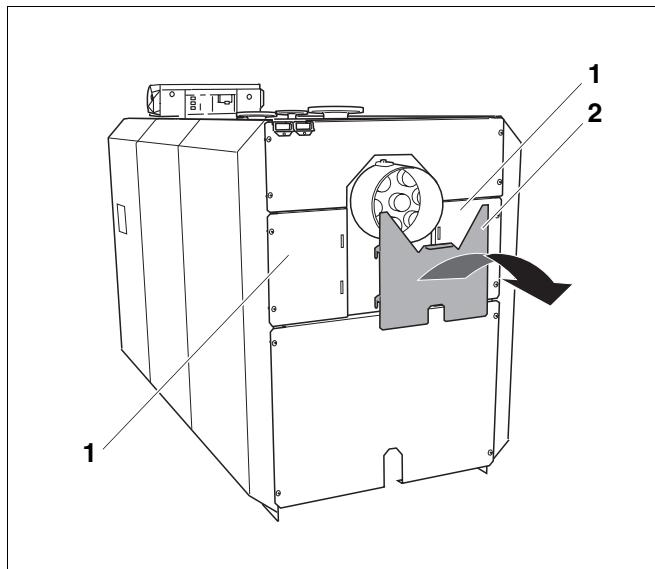
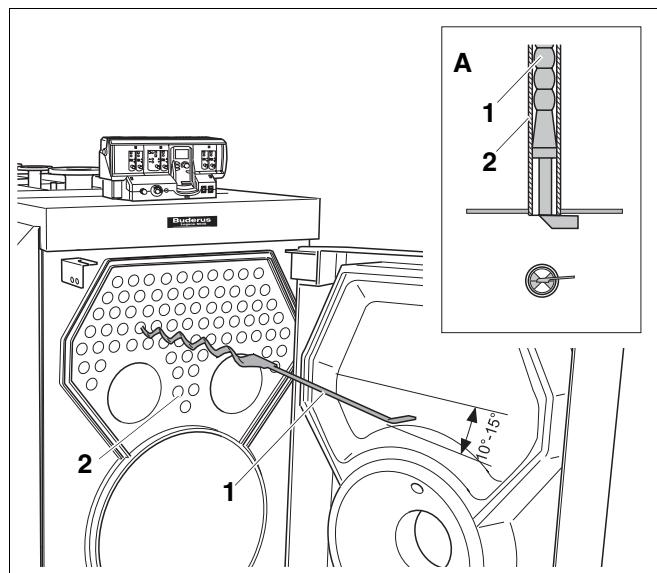

Рис. 52 Демонтаж накладной пластины для задней стенки
Рис. 54 Корректировка предварительного напряжения турбуляторов
- Снять накладную пластину задней стенки (рис. 52, **поз. 2**) по направлению стрелки с левого и правого средних элементов задней стенки (рис. 54, **поз. 1**).
- Проверьте, чтобы стопоры турбуляторов прилегали на фронтальной стенке горизонтально к трубам дополнительных поверхностей нагрева (рис. 54, **вид А**).
- Задвинуть турбуляторы (рис. 54, **поз. 1**) в трубы дополнительных поверхностей нагрева (рис. 54, **поз. 2**).
Если предварительное напряжение турбуляторов (рис. 54, **поз. 1**) недостаточно, то необходимо его скорректировать.
- Вынуть турбулятор (рис. 54, **поз. 1**) на 3/4 его длины из трубы (рис. 54, **поз. 2**).
- Согнуть турбулятор (рис. 54, **поз. 1**) как показано на рис. 54 на 10° – 15°.
- Вновь задвинуть турбулятор (рис. 54, **поз. 1**) в трубу (рис. 54, **поз. 2**).
- Еще раз проверить предварительное напряжение турбулятора (рис. 54, **поз. 1**).